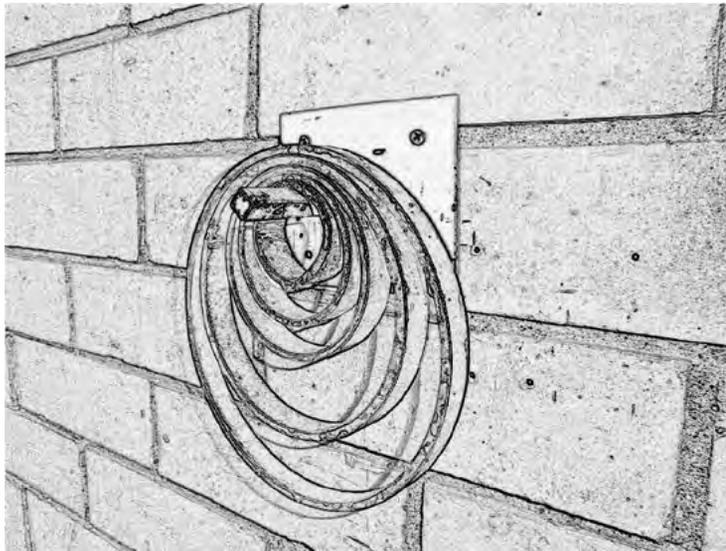

Figura 2.1 Montaje para leyes empíricas
2. Coloque el primer anillo en el soporte, como se indica en la figura 2.1, sepárelo **levemente** de su posición de equilibrio y determine el tiempo (t) que tarda en realizar 10 oscilaciones completas. Repita el procedimiento anterior 3 veces, halle el tiempo promedio (t_{promedio}) y con éste el periodo. Consigne los resultados en la tabla 2.1. de la cartilla.